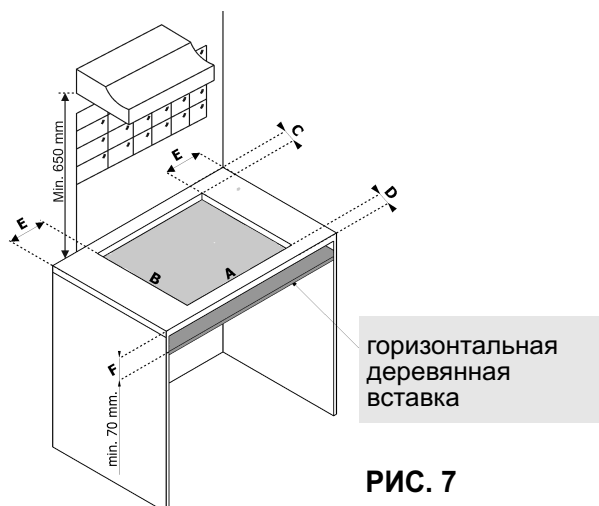

РИС. 7
Размеры выреза, который необходимо выполнить в верхней части мебельного модуля для установки варочной поверхности, приведены на рис. 7. Эти размеры необходимо соблюдать с максимально возможной точностью (рис. 7, 8).
- Чтобы защитить пользователя от случайного прикосновения к нагретой нижней части варочной поверхности, в ходе установки необходимо поместить деревянную вставку, закреплённую винтами, на расстоянии не менее 70 мм от верхней части варочной поверхности (рис. 7).
- Во избежание случайного соприкосновения с горячей варочной панелью во время проведения работ, необходимо установить деревянную прокладку, прикрученную болтами на минимальном расстоянии 70 мм от верха (см рис. 7).